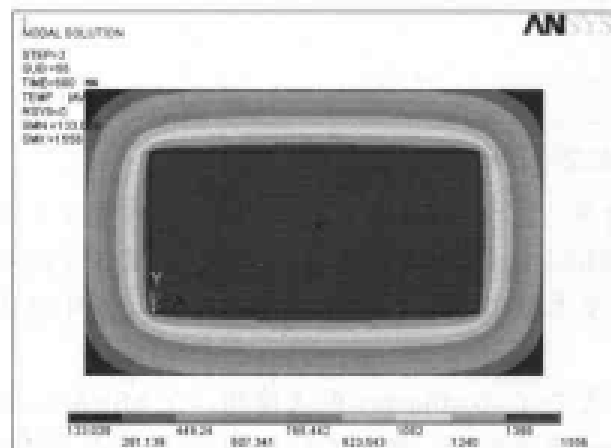
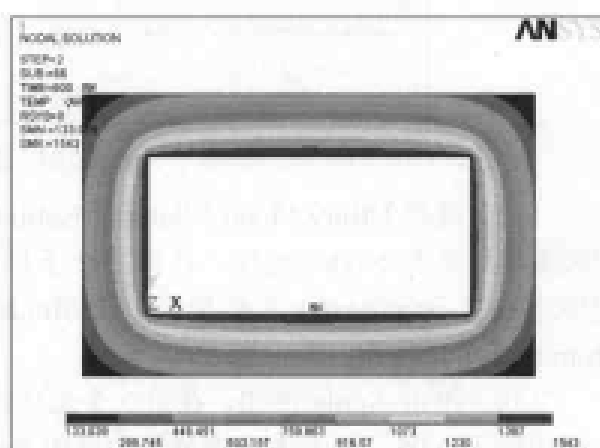

图 12-62 铸件与砂模内部温度场分布等值线
图 12-63 砂模内部温度场分布等值线
(1) 选择 Main Menu | General Postproc | Read Results | Last Set 命令。
(2) 选择 Main Menu | General Postproc | Plot Results | Contour Plot | Nodal Solu 命令, 出现 Contour Nodal Solution Data 对话框。选择 Nodal Solu | DOF Solution | Nodal Temperature, 单击 OK 按钮, ANSYS 显示窗口将显示如图 12-62 所示的铸件与砂模内部温度场分布等值线图。
(3) 选择 Utility Menu | Select | Entities 命令, 出现 Select Entities 对话框。在第 1 个下拉列表框中选择 Elements 选项, 在第 2 个下拉列表框中选择 By Attributes 选项, 在第 3 个选项组中选 Material num 单选按钮, 在文本框中输入 1, 单击 OK 按钮关闭该对话框。
(4) 选择 Utility Menu | Select | Entities 命令, 出现 Select Entities 对话框。在第 1 个下拉列表框中选择 Nodes 选项, 在第 2 个下拉列表框中选择 Attached to 选项, 在第 3 个选项组中选 Elements 单选按钮, 单击 OK 按钮。
(5) 选择 Main Menu | General Postproc | Plot Results | Contour Plot | Nodal Solu 命令, 出现 Contour Nodal Solution Data 对话框。选择 Nodal Solu | DOF Solution | Nodal Temperature 选项, 单击 OK 按钮, ANSYS 显示窗口将显示如图 12-63 所示的砂模温度场分布等值线图。